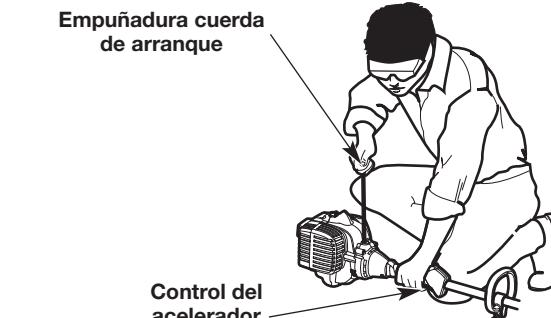

Fig. 13
**ADVERTENCIA:** Se debe evitar arrancar accidentalmente la unidad. A fin de evitar que se produzcan lesiones graves, el operador y la unidad deben estar en una posición estable cuando se jala la cuerda de arranque (Fig. 13).
2. Agacharse en la posición de arranque (Fig. 13).
4. Siga sosteniendo oprimidos el bloqueo del acelerador y el control del acelerador. Tire de la cuerda de arranque con un movimiento controlado y firme hasta que arranque la unidad (Fig. 13).